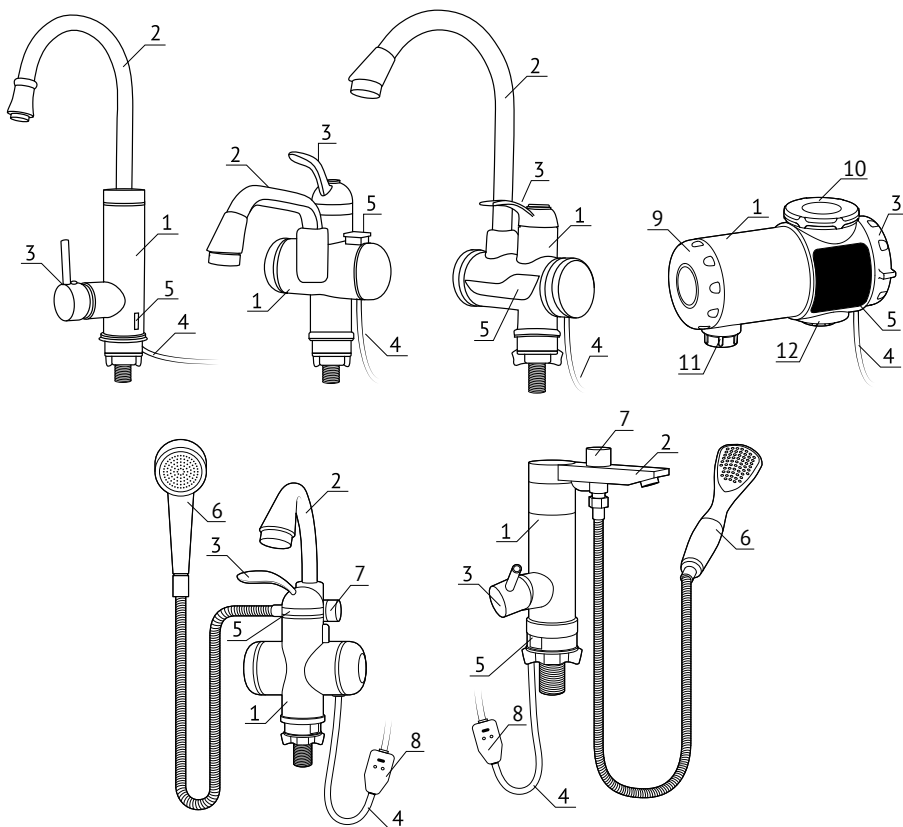
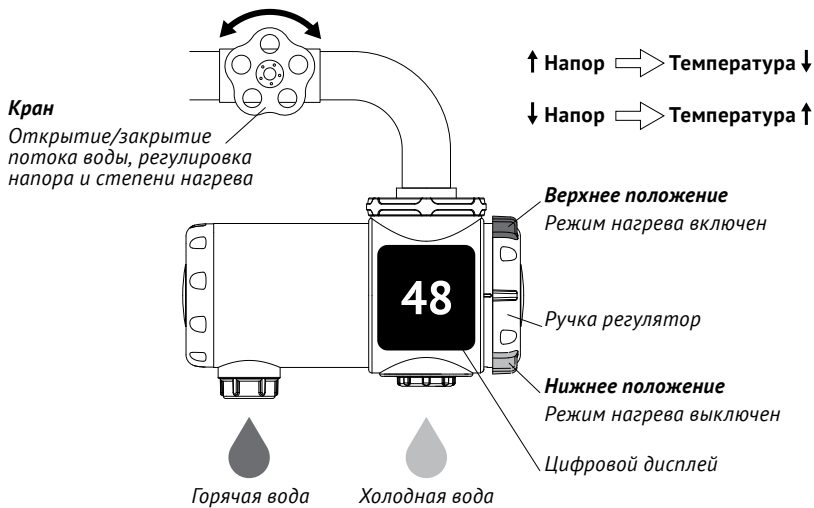

Рис. 1
Рис. 9
Основные элементы конструкции проточного крана-водонагревателя (рис. 1):
5. Перед подключением крана к электрической сети и началом эксплуатации, откройте кран или поднимите рычаг смесителя и заполните нагревательную камеру водой (см. рис. 9). Не перекрывайте воду до тех пор, пока она не будет выходить из крана равномерной струей, без пузырьков воздуха.
Ручка-регулятор съёмной модели крана BEF-019A предназначена для включения/выключения режима нагрева воды. В зависимости от выбранного режима (положения ручки) вода выходит из аэратора горячей или холодной воды (см. рис. 1, 9). Открытие/закрытие потока воды и регулировка напора выполняется с помощью рукоятки/вентиля смесителя (крана). Чем больше установлен расход/напор, тем ниже температура воды на выходе из крана. Принцип управления работой крана показан на рис. 9.